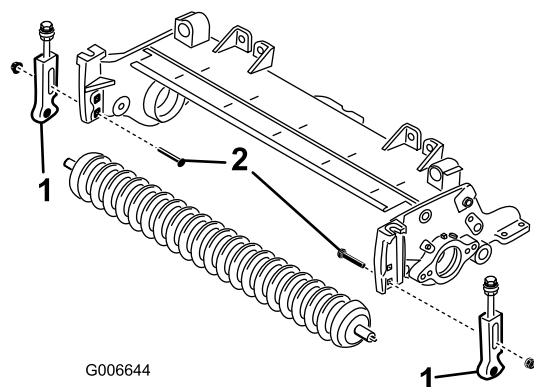

Figura 3
3. Togliete i bulloni a testa tonda e i dadi che fissano le staffe dell'altezza di taglio alle piastre laterali dell'apparato di taglio (Figura 3).
5. Togliete le staffe dell'altezza di taglio ed il rullo anteriore dalle piastre laterali dell'apparato di taglio (Figura 3).